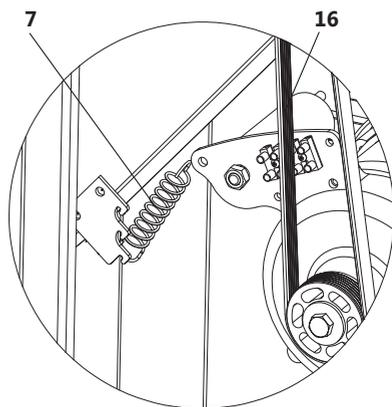

Рисунок 5 Установка пружины
- установите пружину 17 и произведите натяжку ремня 16 (рисунок 5);